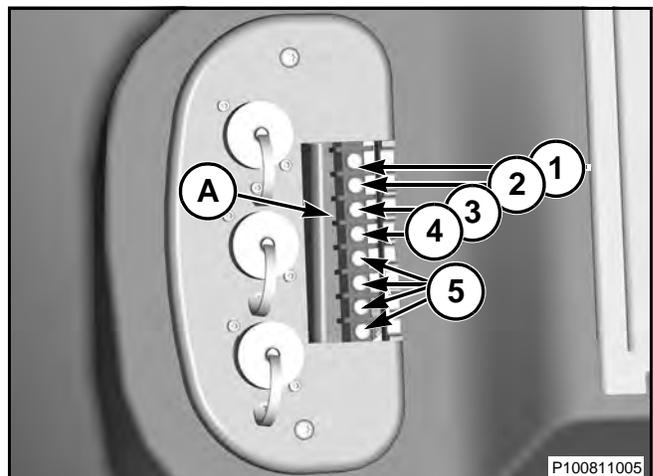

FIG. 151
FIG. 151: La unidad de alimentación está situada detrás del asiento del operador hacia el lado derecho de la cabina. Los tornillos de terminal están detrás de la cubierta de acceso (A).